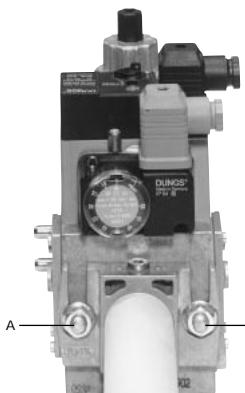
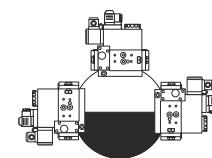

Рис. 4
Рис. 7
- 4 согласно ссылки, данной на Рис. 4, закрепить фланец к шпилькам котла с помощью гаек **D**, не затягивая их полностью;
3. Затянуть винты А, В, С и D (Рис. 4 - Рис. 5), (Рис. 7), соблюдая дистанции монтажа (Рис. 7);